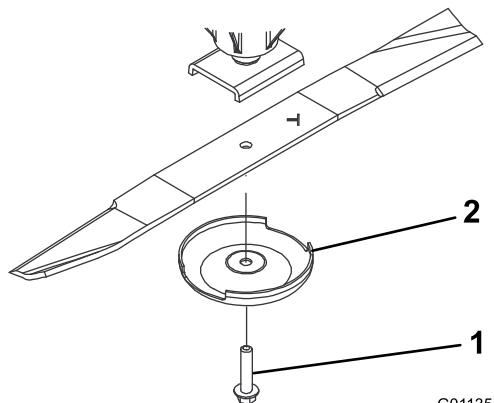

Bild 90
3. Entfernen Sie die Messerschraube, die Antiskalpiercuppe und das Messer von der Spindelwelle (Bild 90).